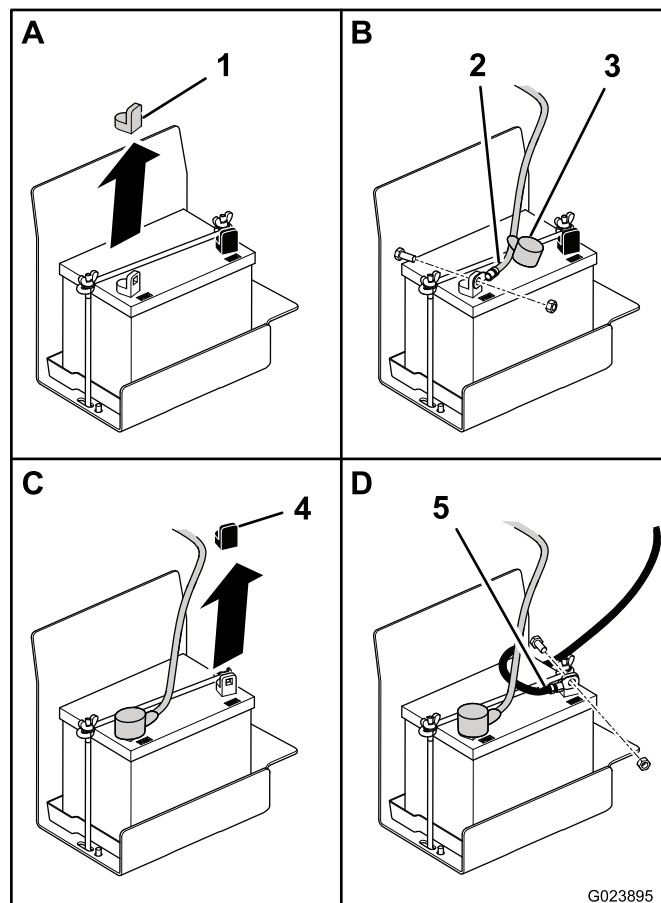

Figure 5
2. Retirez le capuchon en plastique rouge de la borne positive de la batterie (Figure 5).